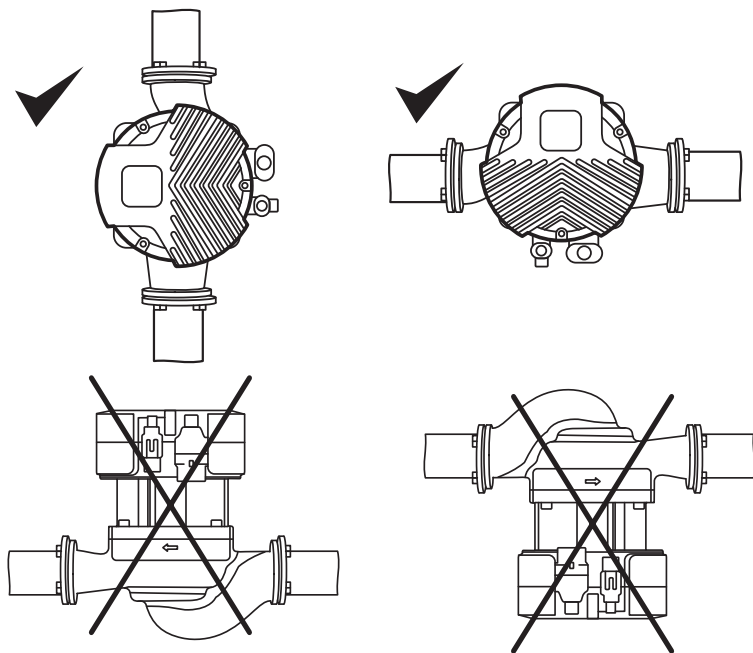

Рисунок 2. Правильное установочное положение насоса отмечено
- вал двигателя насоса должен располагаться строго горизонтально (Рис. 2);